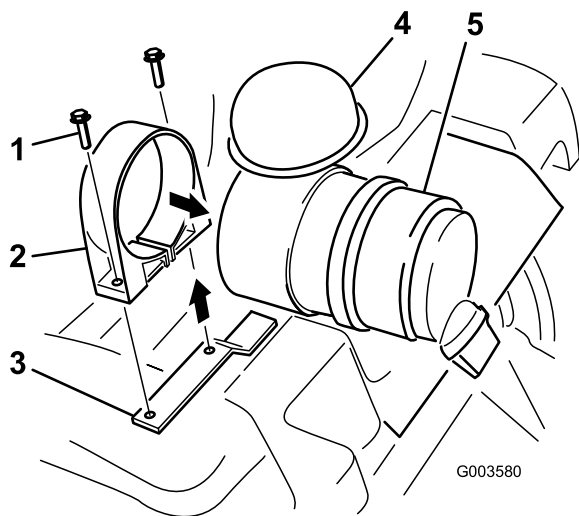

図 2
6. エアクリーナのストラップをゆるめ、キャニスタから引き抜く（フィルタを抜き取った側から引き抜く）（図 2）。